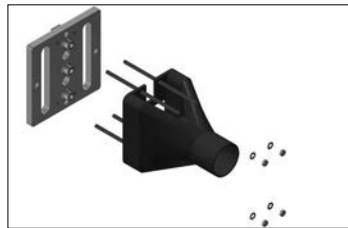

Abb. 91
- » danach wird Schlauchbefestigung Mittelstütze auf den Einlauftrichter aufgesteckt und mit den Gewindestangen verschraubt (Abbildung 91)